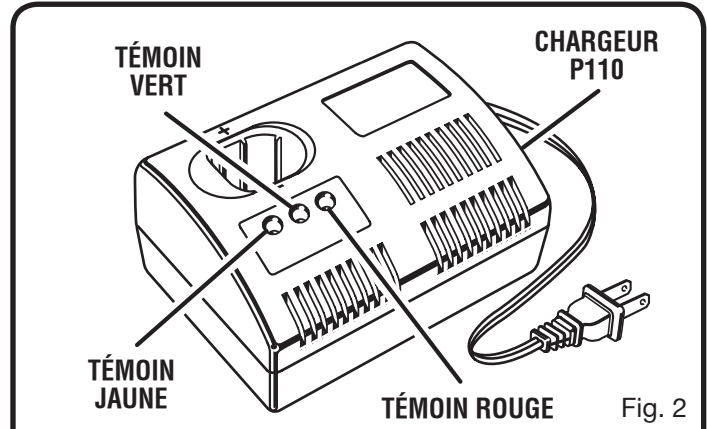

Fig. 2
- Aligner la nervure du bloc de batteries sur la rainure du chargeur et insérer le bloc dans le chargeur. *Voir les figures 2 et 3.*